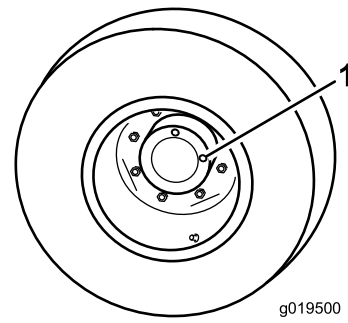

Figura 69
1. Con la máquina en una superficie nivelada, coloque la rueda con un tapón de verificación en la posición de las 12 y el otro en la posición de las 3 (Figura 69).
1. Tapón de verificación/drenaje (2)
2. Retire el tapón de la posición de las 3 (Figura 69).